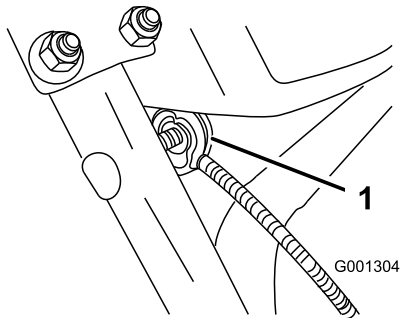

Bild 8
- Nehmen Sie die Mutter und die Scheibe vom Holm ab. Befestigen Sie dann die Kabelklemme auf dem Kabel zum Holm, setzen Sie die Scheibe und Mutter auf, und ziehen Sie die Mutter mit der Hand fest (Bild 8).